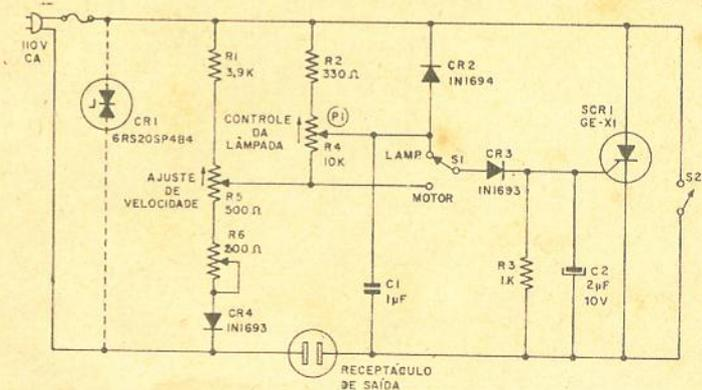
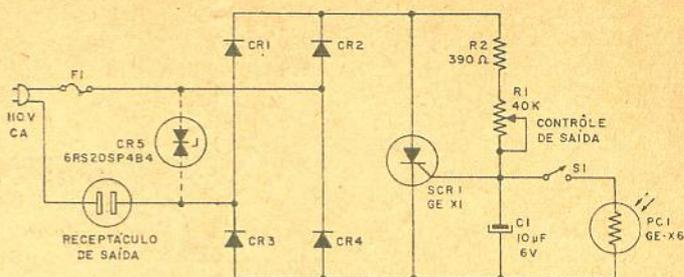

Figura 37
Figura 38
Um só RCS num circuito CA proporciona controle de meia onda. Em outras palavras, a tensão de saída pode ser variada desde zero até 70% da tensão total da linha (até 84 volts se a linha de CA é de 120 volts). A figura 37 mostra o diagrama esquemático desse tipo de controlador.
Quando a chave S1 fôr ligada na posição MOTOR, e S2 estiver aberta, o RCS é controlado por um circuito ligeiramente diferente, mais adequado para operação com motores universais. Esse circuito possui uma característica de realimentação que tende a manter constante a velocidade do motor ao ser aumentado o esforço exigido do mesmo. A realimentação é particularmente importante em ferramentas manuais elétricas, e recomenda-se o circuito esquematizado na figura 37 particularmente para este tipo de aplicação, em lugar dos ilustrados nas figuras 38 e 39.
**CUIDADO** — Não use o circuito esquematizado na figura 37 para controlar lâmpadas fluorescentes, transformadores, ou motores para CA (como sejam, motores com condensador de partida, indução, etc.). Verifique bem se o motor a ser controlado possui um comutador como o de motores universais, para CC ou CC-CA. Para os motores de CA deve-se usar o circuito da figura 38 ou 39.
Este circuito, em contraste com o esquematizado na figura 37, permite o controle total e simétrico desde zero
até 100% sobre uma carga de CA. Fornece, portanto, um trabalho mais completo de amortecimento de luzes, e é mais adequado para controlar motores CA. O circuito, contudo, não possui a característica desejável de realimentação para controle dos motores, ao contrário do circuito esquematizado na figura 37.
Versão com desempenho melhorado do circuito da figura 38.
Lista de componentes: Os diodos retificadores e SCR são os mesmos especificados na figura 38; C1 — 0,1  $\mu$ F, 25 V; CR5 — Thyrector GE 6RS20SP4B4 (opcional); PC1 — fotocondutor de sulfeto de cádmio GE-X6; Q1 — transistor uniunção GE 2N2160; R1 — potenciômetro 400 K; R2 — 3.300 ohms, 1/2 W; R3 — 33 K, 1 W; R4 — 47 ohms, 1/2 W; S1 — interruptor simples.
lhora o desempenho da Lâmpada Sentinela e do controlador de motores CA. Além disso, torna-se mais fácil ajustar a lâmpada Sentinela para uma faixa maior de condições de luz ambiente, e pode-se obter faixas de velocidade mais amplas para motores CA, especialmente para o motor universal. Contudo, o circuito não possui a realimentação do esquema ilustrado na figura 37 e — como no caso da figura 38 — um resistor de 10 000 ohms e 2 watts em paralelo com o RCS tornará mais fácil a partida de motores.